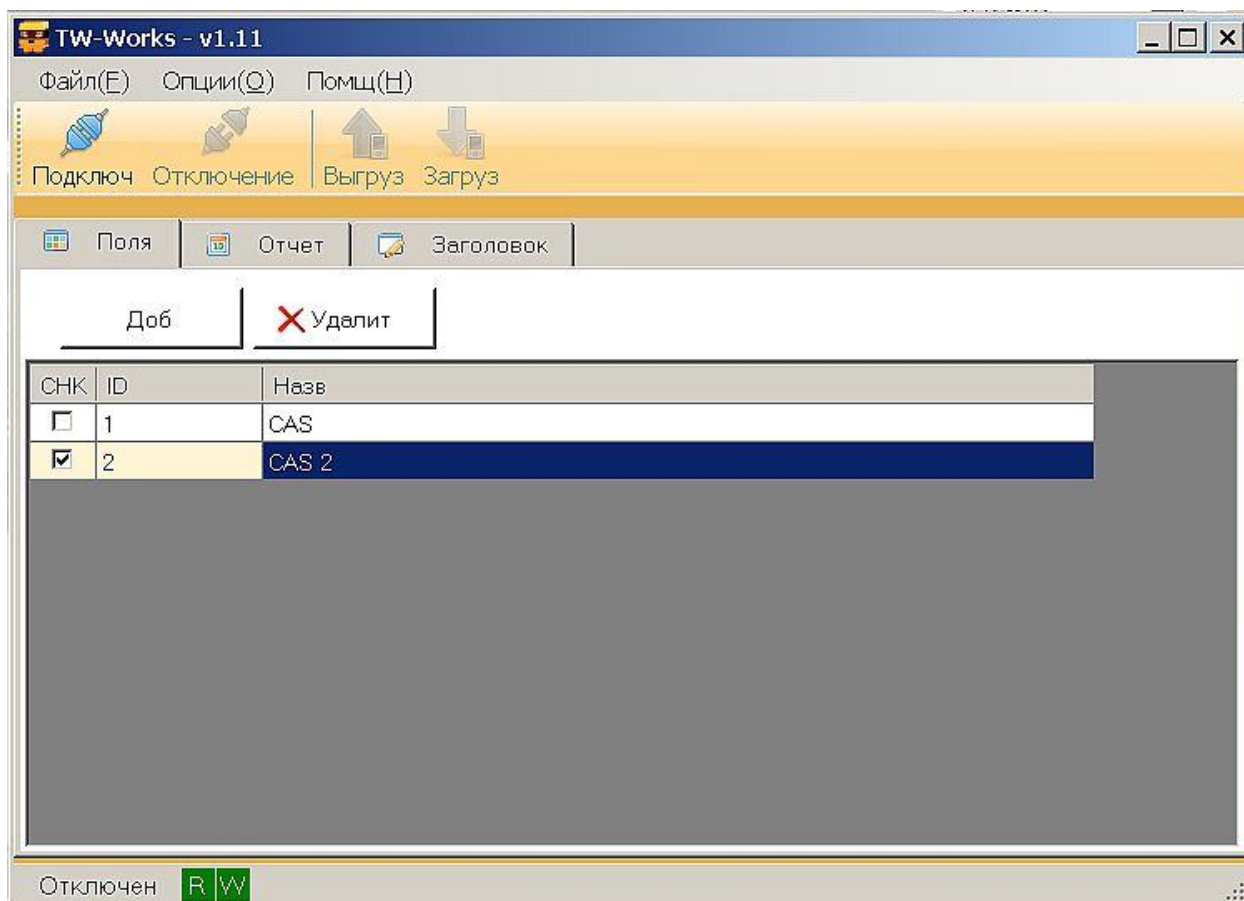

Рисунок 6.2
- ❑ Для установки связи с TWN нажать «Подключ.» (см. рисунок 6.2).